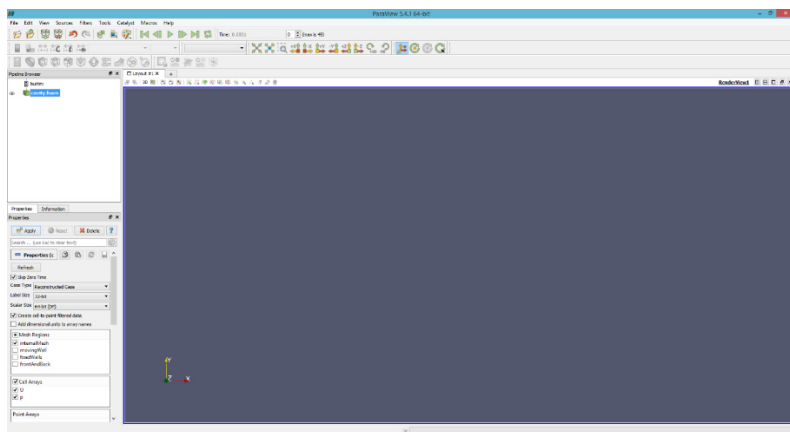

Рис. 20. Окно ParaView.
4. Введите paraFoam – запустится программа ParaView, используемая для визуализации решений (рис. 20). Если окно ParaView не открывается, самостоятельно создайте в папке «cavity» файл «cavity.foam», запустите программу и загрузите этот файл.
Перейдите к работе с ParaView (рис. 20).